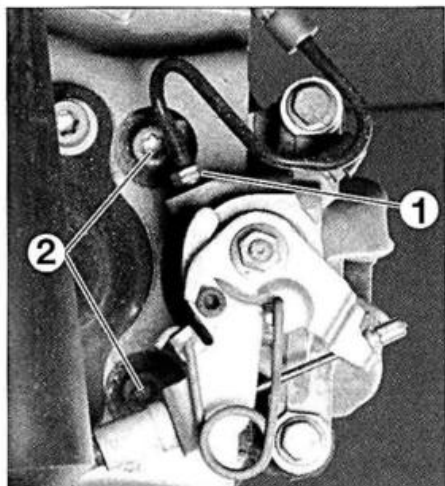

FIG. 11
- Aflojar el rácor (1) del tubo de freno en la pinza (fig. 11).
- Desmontar los tornillos (2) (fig. 11) y el soporte de pinza.
- Desmontar los tornillos (2) (fig. 11) y la pinza de freno con su soporte.